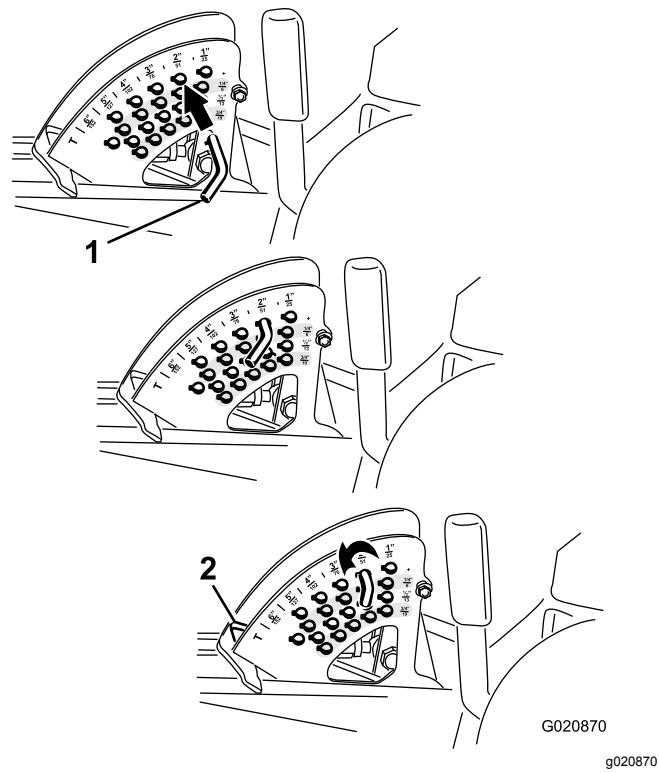

Bild 43
2. Drehen Sie zum Einstellen der Schnitthöhe den Anschlagsstift so lange, bis die Linien am Spannstift mit den Schlitten in den Löchern in der Schnitthöhenhalterung ausgerichtet sind. Nehmen Sie ihn dann ab (**Bild 43**).
3. Wählen Sie ein Loch in der Schnitthöhenhalterung, das der gewünschten Schnitthöhe entspricht, stecken Sie den Stift ein und drehen Sie ihn nach unten, um ihn zu arretieren (**Bild 43**).
Hinweis: Es gibt vier Reihen der Lochpositionen (Bild 43). Die oberste Reihe ergibt die Schnitthöhe, die über dem Stift steht. Die zweite Reihe ergibt die Schnitthöhe plus 6 mm. Die dritte Reihe ergibt die Schnitthöhe plus 12 mm. Die unterste Reihe ergibt die Schnitthöhe plus 18 mm. Für die Stellung von 15,8 cm gibt es nur ein Loch, das in der zweiten Reihe ist. Mit diesem Loch werden nicht 6 mm den 15,8 cm hinzugefügt.